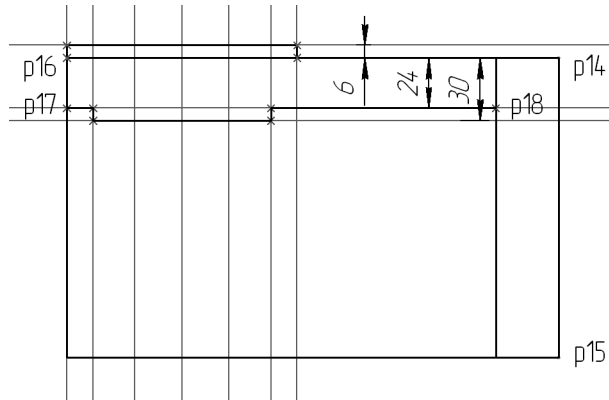

Рис. 51.56.
3. Постройте ломаную линию p17–p18 из пяти отрезков, как это показано на рис. 51.56. Построение начните от точки p17.